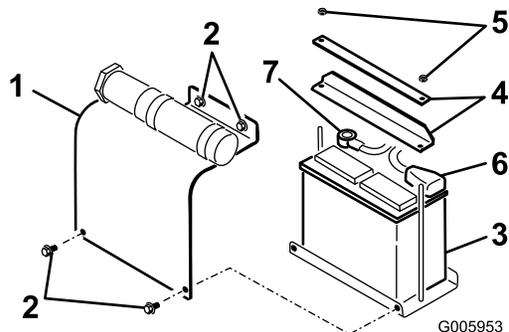

Рисунок 5
1. Снимите четыре болта крепления крышки аккумуляторной батареи и снимите крышку (Рисунок 5).
2. Снимите гайки и планки, которые удерживают аккумуляторную батарею (Рисунок 5).
5. Установите аккумуляторную батарею на площадку (Рисунок 5).
6. Прикрепите аккумулятор к площадке снятыми ранее планками и гайками (Рисунок 5).
7. Подсоедините положительный (красный) кабель к положительной (+) клемме аккумулятора (Рисунок 5). Наденьте на штырь батареи резиновую крышку.
8. Подсоедините отрицательный (черный) кабель к отрицательной (-) клемме аккумуляторной батареи (Рисунок 5).
9. Установите крышку аккумулятора (Рисунок 5).